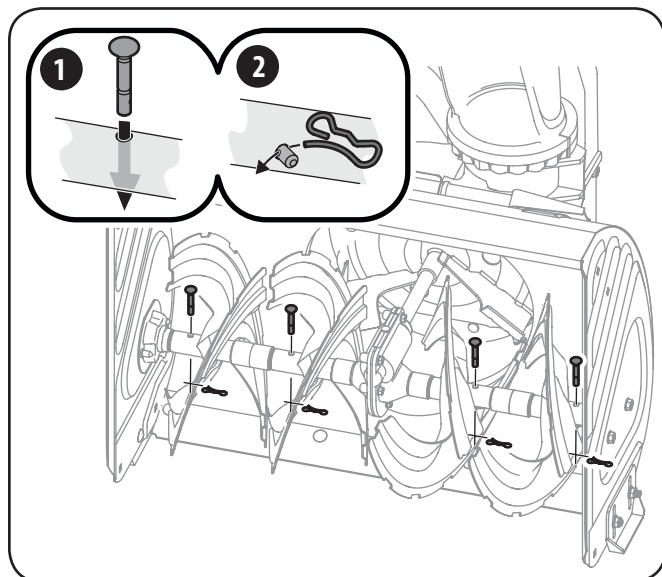

Figura 7-1
1. Reemplace los pasadores de cuchilla como se indica la Figura 7-1.